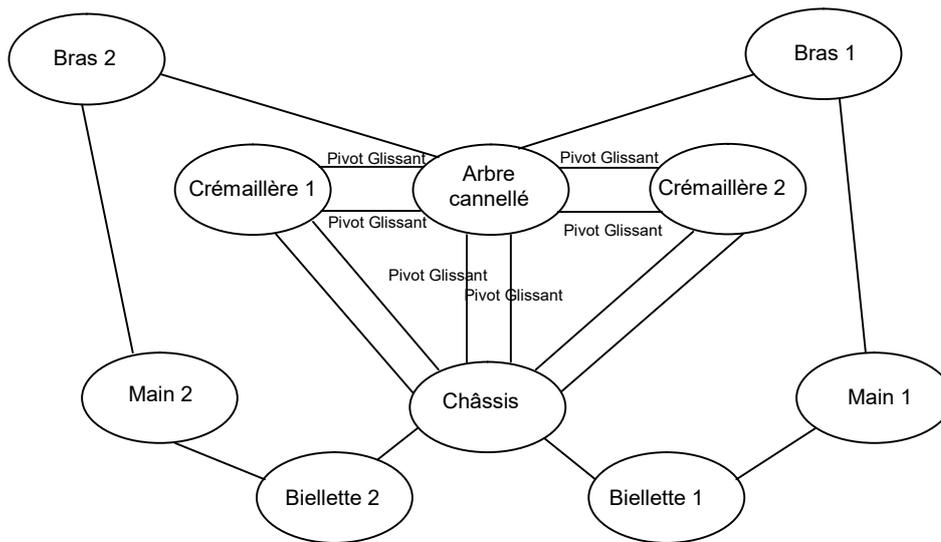

Figure 6
**Question 7 :** Compléter le graphe des liaisons (Figure 6) en indiquant le type de liaison mécanique, le point et l'axe.